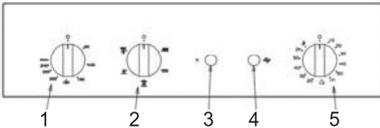

Рис. 1. Панель управления
**Охлаждающий вентилятор на малых температурах приготовления пищи может вообще не включиться. Это нормально и, значит, температура на внешней поверхности духового шкафа не достигла критичной. По окончании приготовления пищи оставьте включенным один из режимов (ручка 2 рис. 1) до полного охлаждения духового шкафа. При этом ручки 1 и 5 (рис. 1) должны быть выставлены в положение 0. Охлаждающий вентилятор охладит духовой шкаф и отключится; после этого можно и ручку 2 (рис.1) вернуть в положение 0.**
Таймер (позиция 5 на рис. 1) предназначен для выполнения готовки в течение установленного времени, по истечении которого автоматически выключает духовку.
С помощью этого переключателя (позиция 1 на рис. 1) выбирается температура внутри духовки, при которой будет готовиться пища. Температура устанавливается плавным поворотом переключателя по часовой стрелке в пределах от 50°C до 250°C. Индикатором нагрева духовки до заданной температуры служит «Контрольная лампа нагрева духовки» (позиция 3 на рис. 1). Если лампа горит, то это означает, что нагревательные элементы духовки, выбранные переключателем выбора режима работы, включены, и духовка пока не нагрелась до заданной температуры. Как только температура в духовке превысит заданную температуру, нагревательный элемент духовки отключится, а «Контрольная лампа нагрева духовки» погаснет. Таким образом, попеременно включая и выключая нагревательные элементы духовки, термостат поддерживает в ней заданную температуру.